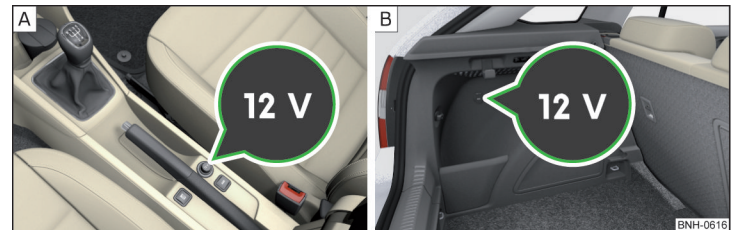

Abb. 93 **Abdeckung der 12-Volt-Steckdose: in der Mittelkonsole vorn / im Gepäckraum**
- Zum **Gebrauch** die Abdeckung der Steckdose abnehmen » Abb. 93 - [A] bzw. die Abdeckung der Steckdose öffnen » Abb. 93 - [B].